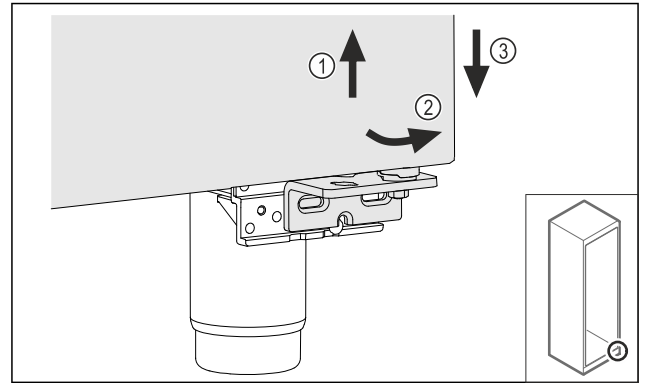

Fig. 24
- Løft døren litt Fig. 24 (1), vipp den fremover på den nedre delen Fig. 24 (2) og senk den ned Fig. 24 (3).